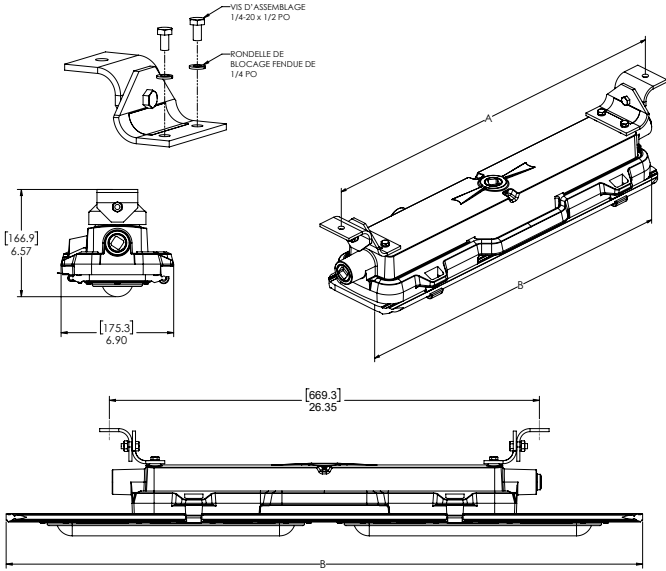

Figure 3. Installation du support de plafond pivotant
- 2. Identifier l’emplacement de montage approprié pour supporter le luminaire, marquer et percer des trous pour les supports de fixation pivotants conformément à l’entraxe « A » indiqué dans le tableau ci-dessous (voir figure 3).
- 3. Monter les supports pivotants sur le boîtier du pilote du luminaire, comme illustré à la figure 3. Utiliser deux (2) des boulons hexagonaux de 1/4 po et les rondelles de blocage fendues fournies pour chaque support. Serrer à un couple de 64 po-lb (7,2 N-m).
- 4. Le luminaire est maintenant prêt à être installé. Il est fortement recommandé de faire appel à deux (2) ouvriers qualifiés pour procéder au montage final du luminaire. Il est recommandé d’éviter toute blessure personnelle ou tout dommage au luminaire.